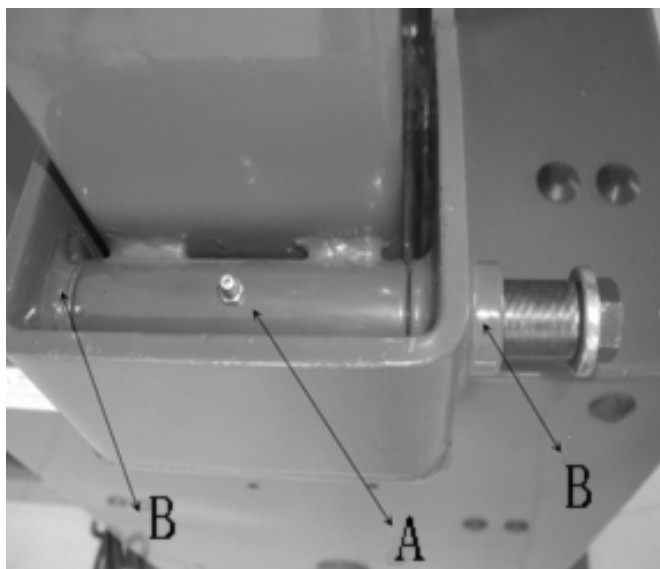

Рис.4-3
4.2.7 Поднимите стойку и вставьте ПУ шланг (Рис.4-3 А) снизу в отверстие сверху корпуса машины (Рис.4-3 В) . Отрегулируйте положение стойки относительно втулки вала (Рис.4-4 А) с отверстием у основания вала (Fig4-4 В) . Установите гайку и зажимное кольцо с одной стороны вала в сборе (Рис.4-1 А) , конец вала должен быть примерно на 1мм ниже, чем основание. Снова закрутите уплотнительное кольцо и гайку. Момент кручения – 70Н·м.